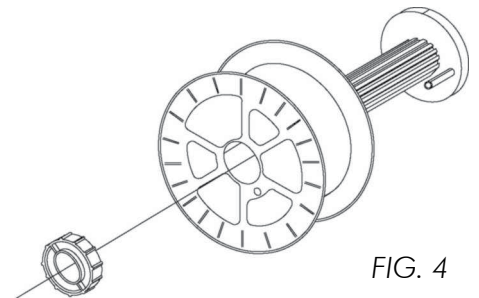

FIG. 4
- Aprite il vano porta bobina e svitate il dado di fissaggio bobina dell'aspo (Fig.4).